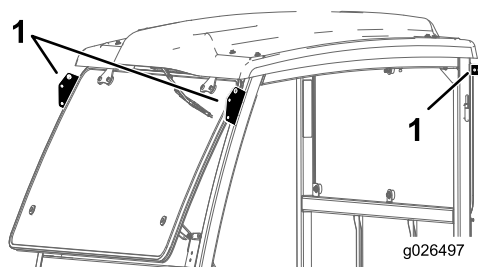

Рисунок 5
1. Поднимите раму кабины, используя такелажные точки подъема, и поместите ее на машину (Рисунок 5).